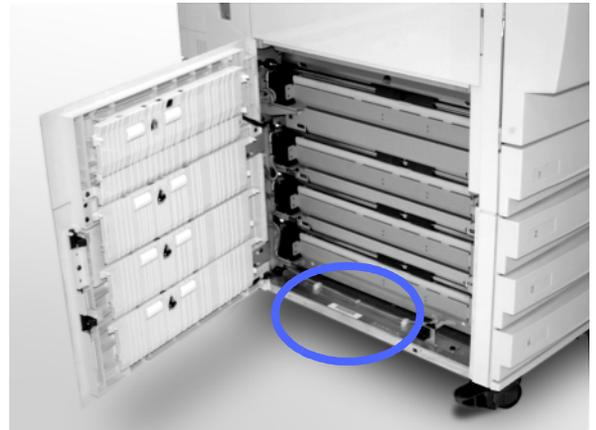

Figure 48 : Emplacement du numéro de série de la machine
- 4 Notez le numéro de série de la machine, inscrit sur l'étiquette apposée à l'intérieur du panneau inférieur (figure 48).